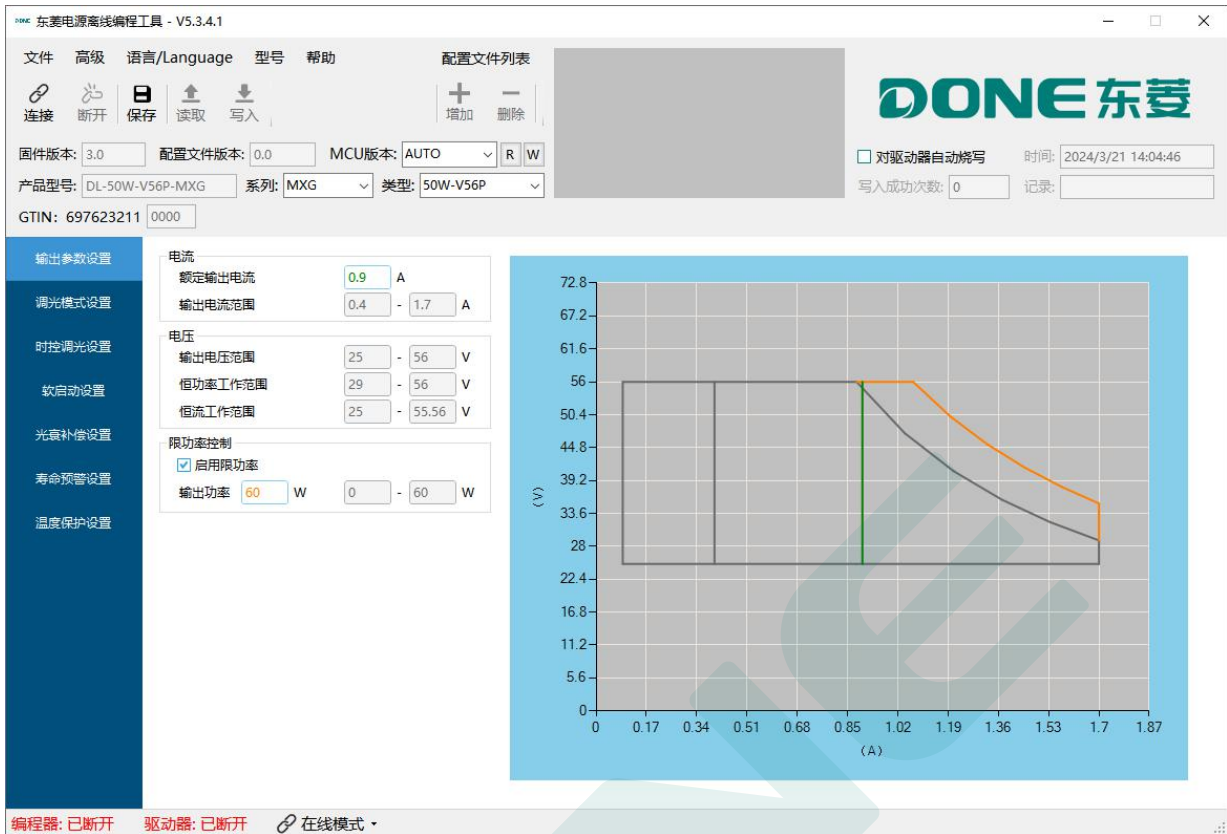

图 5.1.2 单通道离线编程界面
1. 选中“单通道离线编程”进入编程界面，如图 5.1.2 所示。